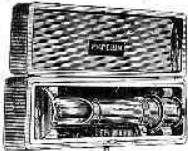

Fig. 12.
- 37 Microscope (Fig. 12) pour la mesure des empreintes de billes donnant le  $1/10$  de millimètre, livré avec règle étalon (en boîte guinée) . . . . . 125 fr.